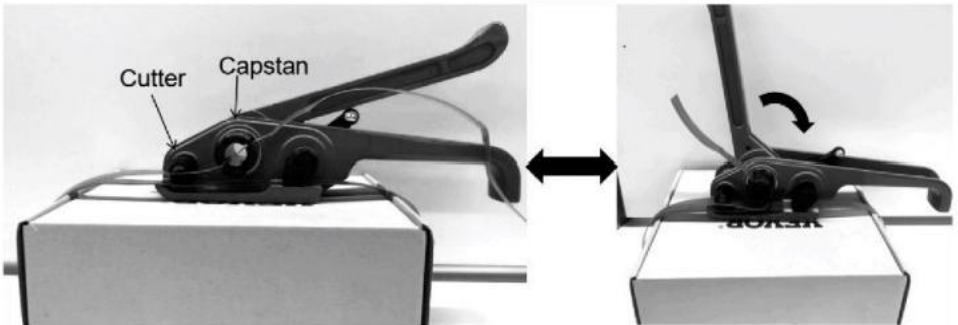

FIG.2 FIG.3
2. Placez les bandes de cerclage emballées dans le bac de coupe et le cabestan creux, voir FIG.2.
3. Actionnez cette barre de tension à plusieurs reprises FIG.2 à FIG.3, la cerclage volonté être resserré.